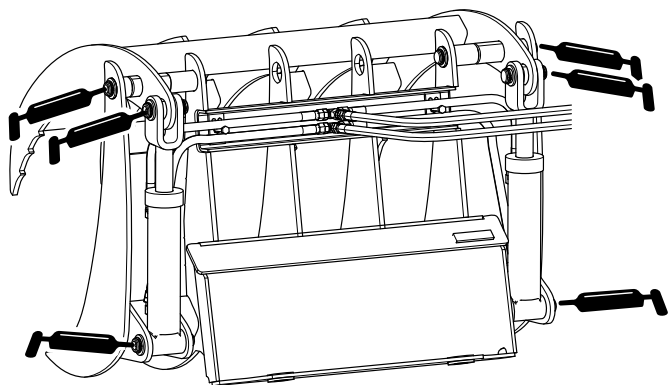

Figura 8
4. Conectați un pistol de lubrifiere la fiecare fitting (Figura 8).